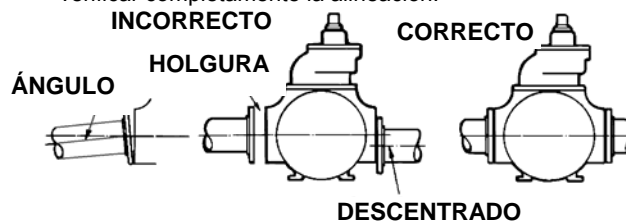

Figura 1
8. Verifique la alineación de las tuberías hacia la bomba para evitar tensiones que posteriormente pudieran causar un desalineamiento. Consulte la figura 1. Desemperne las bridas o rompa los empaques de unión. Las tuberías no deben separarse ni caerse. Después de que la bomba haya estado en operación durante una semana o dos, vuelva a verificar completamente la alineación.